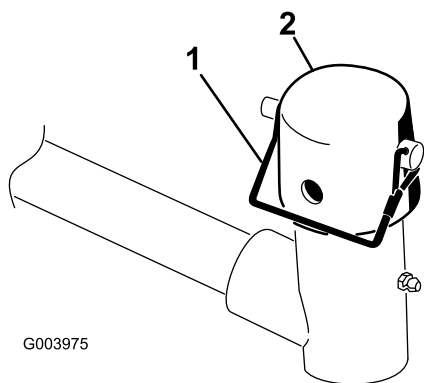

Figura 3
3. In ogni braccio di sollevamento dell'apparato di taglio, rimuovete l'acciarino che fissa il tappo alla forcella del braccio di sollevamento e togliete il tappo (Figura 3).